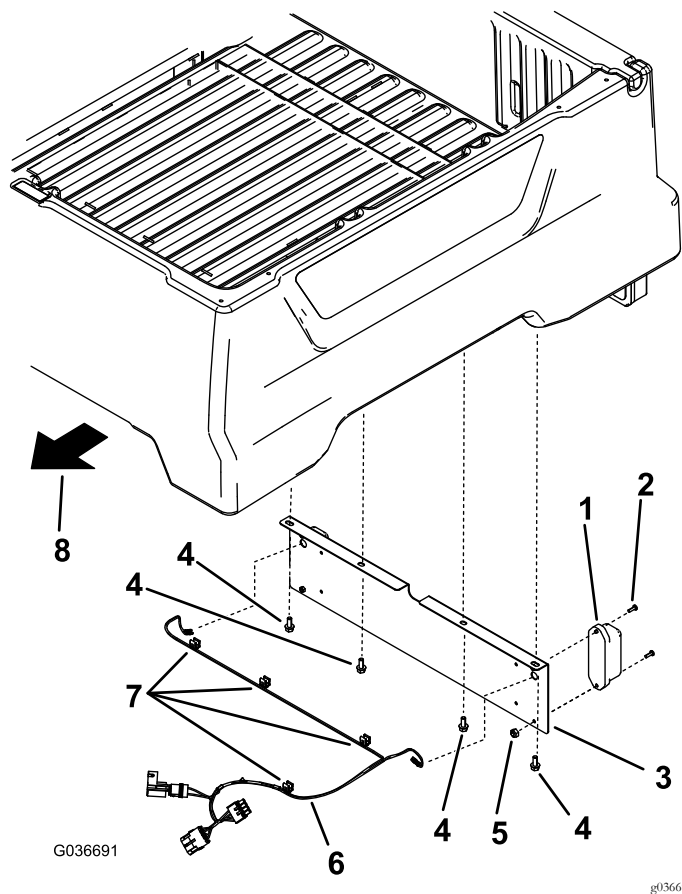

Рисунок 5
1. Отверните 4 имеющихся болта с фланцевыми головками из-под нижней части грузового кузова и используйте их для установки кронштейна номерного знака (Рисунок 5).
2. Снимите имеющиеся кромочные зажимы с жгута проводов (Рисунок 5).